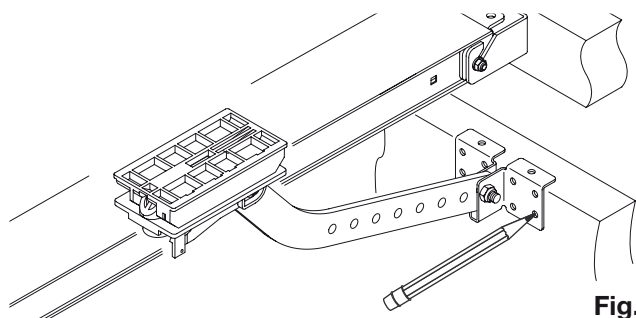

Fig.27
10) Débloquer le mécanisme d'entraînement, en tirant le cordon vers le bas de façon à libérer l'étrier d'entraînement du groupe de traction - voir figure 27.
11) Mettre l'étrier en appui contre le bord supérieur de la porte, marquer les points de perçage pour la fixation comme représenté en figure 27.